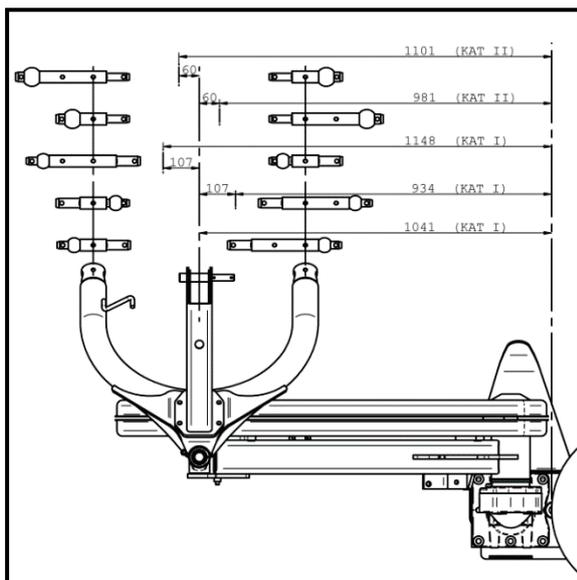

Fig. 45 Resumen de los brazos inferiores de las categorías I y II
- Utilice para el acoplamiento de la máquina únicamente brazos inferiores adecuados y que coincidan de la categoría I o II (Fig. 45).